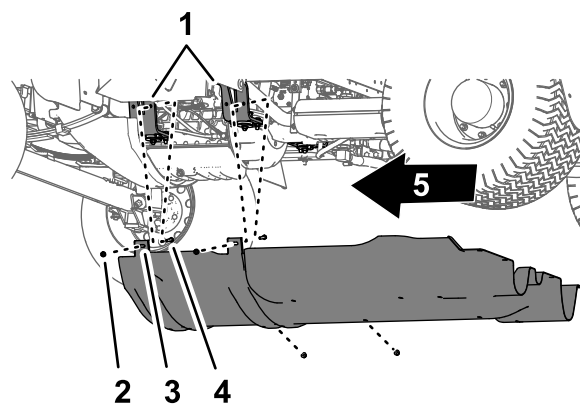

图 59
- 从将起落架保护罩安装凸耳固定至机器发动机安装支架上的螺栓和起落架螺栓拧下 4 个凸缘锁紧螺母 5/16 英寸 **图 59**。
4. 从机器上拆下底盘保护罩 **图 58** 和 **图 59**。
1. 将起落架保护罩与机器的底部机箱对齐请参阅 **拆下底盘保护罩** (页码 41) 的 **图 59**。
2. 将起落架保护罩的安装凸耳滑动到机器发动机安装支架上的螺栓和托架螺栓上方请参阅 **拆下底盘保护罩** (页码 41) 中的 **图 59**。
3. 使用在 **拆下底盘保护罩** (页码 41) 的步骤 2 中卸下的 4 个凸缘锁紧螺母 5/16 英寸将起落架保护罩安装到发动机安装支架上 **图 59**。